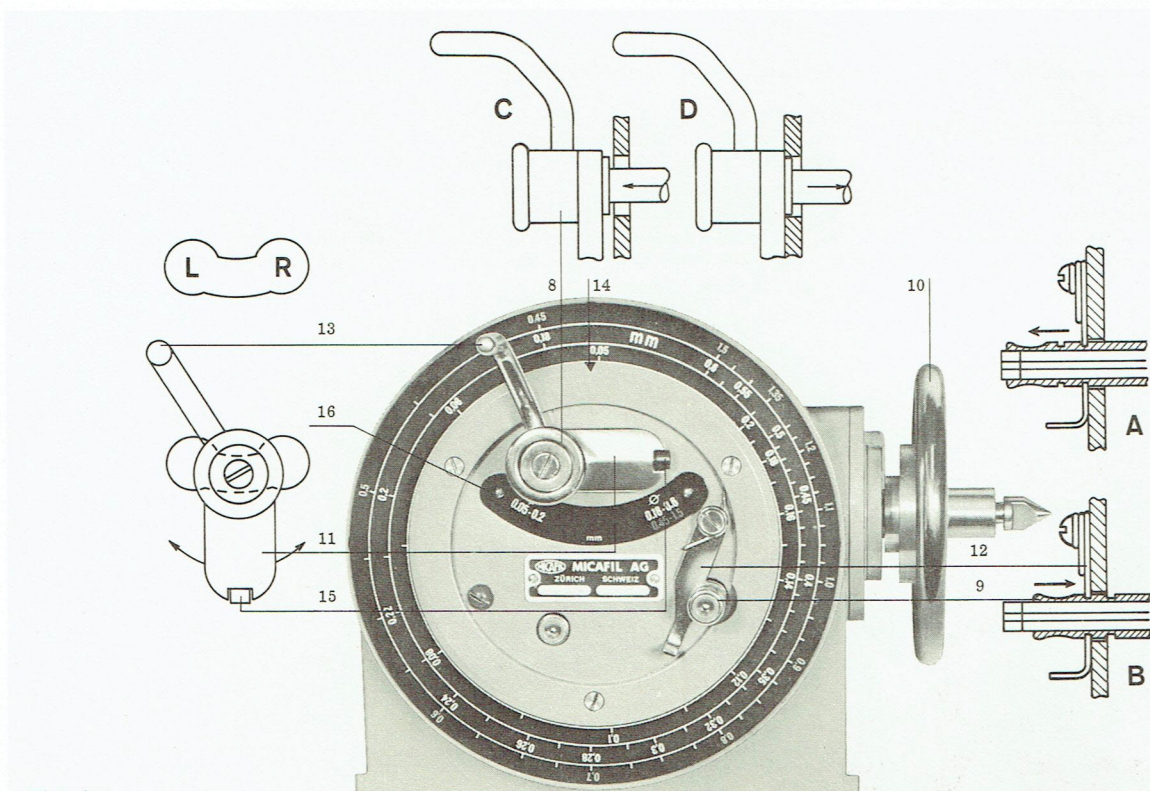

Fig. 4
**Einstellen des Vorschubes (Fig. 4)**
**Réglage de l'avance (Fig. 4)**
**Setting-up the feed (Fig. 4)**